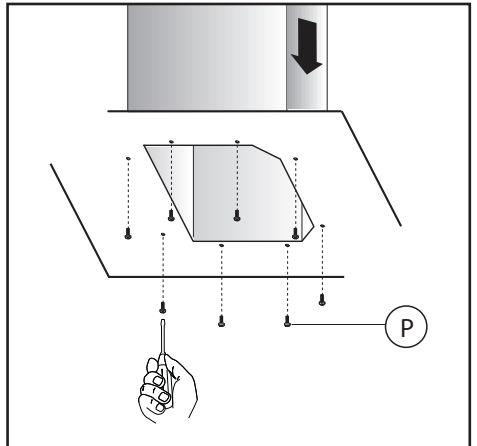
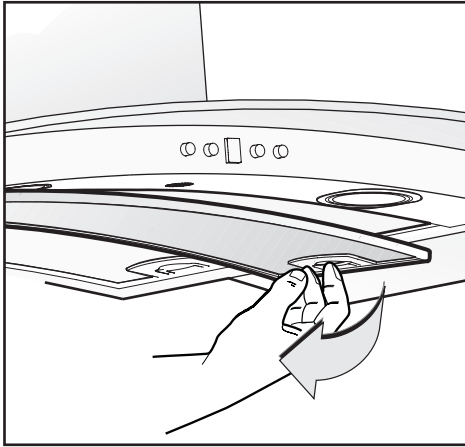

Fig.13
Fig.15
- La distanza minima fra la superficie di supporto dei recipienti di cottura sul dispositivo di cottura e la parte più bassa della cappa da cucina deve essere di almeno **65 cm (Fig.14)**. Se dovesse essere usato un tubo di connessione composto di due o più parti, la parte superiore deve essere all'esterno di quella inferiore. Non collegare lo scarico della cappa ad un condotto in cui circoli aria calda o utilizzato per evacuare fumi degli apparecchi alimentati da un'energia diversa da quella elettrica. Prima di procedere alle operazioni di montaggio, per una più facile manovrabilità dell'apparecchio disinserire i filtro/i antigrasso (Fig.15).
- Se il vostro apparecchio è dotato di camino inferiore che necessita di fissaggio al corpo cappa con le viti, rimuovere dalla cappa i filtri antigrasso agendo sulle apposite maniglie (Fig.15). Avvitare quindi il tubo camino inferiore dall'interno della cappa, utilizzando le viti **P** (Fig.13). Provvedere infine a ricollocare i filtri nel loro alloggiamento.